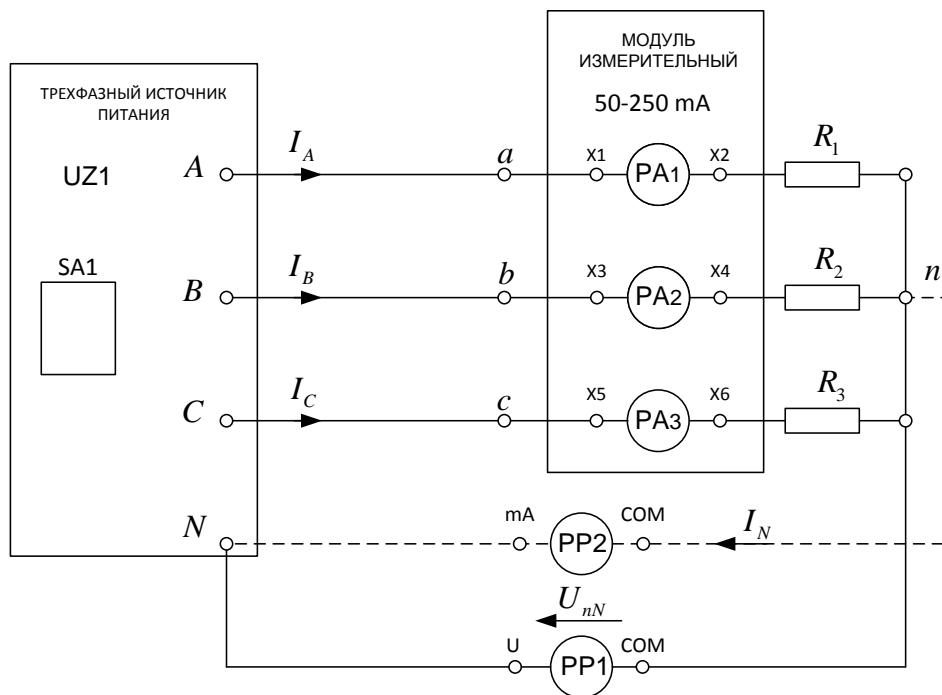

Рис. 3.6. Схема исследуемой цепи
1) Собрать электрическую цепь по схеме, показанной на рис. 3.6. Установить в блоке *Модуль резисторов* одинаковые сопротивления  $R_1, R_2, R_3$ , заданные преподавателем в диапазоне от 47 до 100 Ом. *Мультиметр* PP2 в нейтральном проводе включить в режим измерения переменного тока (нажать кнопку  $\sim$ , при этом на индикаторе должен появиться символ AC).